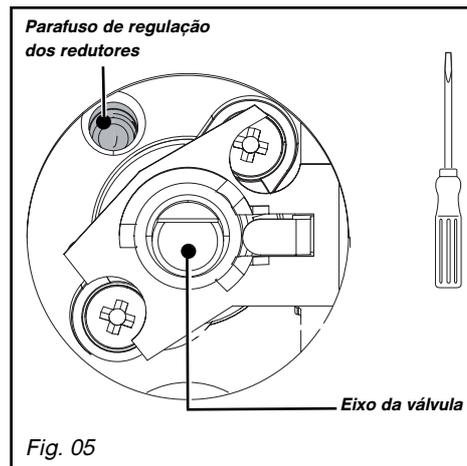

Fig. 05
- Com uma chave de fendas pequena, **aperte a fundo** o parafuso de regulação dos redutores de latão (amarelo) (Fig. 05), **no sentido dos ponteiros do relógio**.
- Com uma chave de fendas pequena, desaperte o parafuso de regulação dos redutores de latão (amarelo) (Fig. 05), desaparafusando **2 voltas no sentido contrário ao dos ponteiros do relógio**.